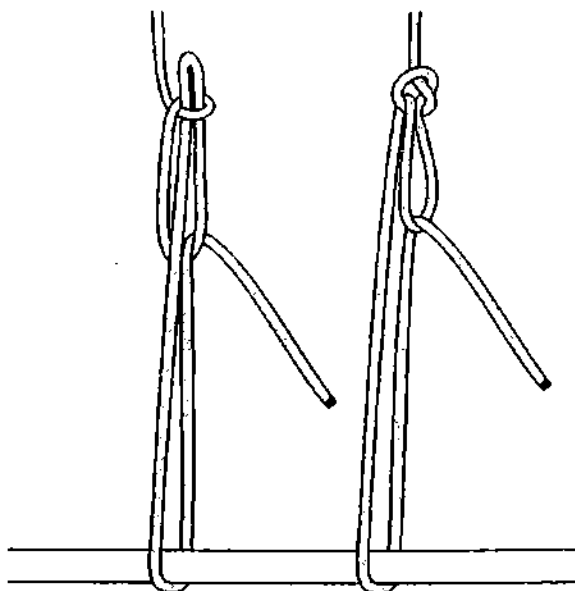

Рис. 983. *Кучерский узел*, завязанный из *узла звонаря* и *быстроразвязывающегося простого узла*.
*Кучерский узел* может быть связан из *узла звонаря* или из *быстроразвязывающегося простого узла* (рис. 983). В *кучерском узле* вместо *узла звонаря* может быть использована практически любая затягивающаяся или незатягивающаяся петля, например, *быстроразвязывающаяся восьмёрка*, *полупроводник восьмёркой*, *огонь восьмёркой* (завязанный 4-й способом) или *беседочная петля*, которая быстро вяжется и легко корректируется. Но *узел звонаря* или *быстроразвязывающийся простой узел* всё же имеет преимущество перед любой петлёй, так как всегда есть возможность быстро «разобрать» всё это приспособление. Ослабив нагрузку и сняв полуштыки ходового конца с петли, узел буквально распадается и верёвка тотчас освобождается.